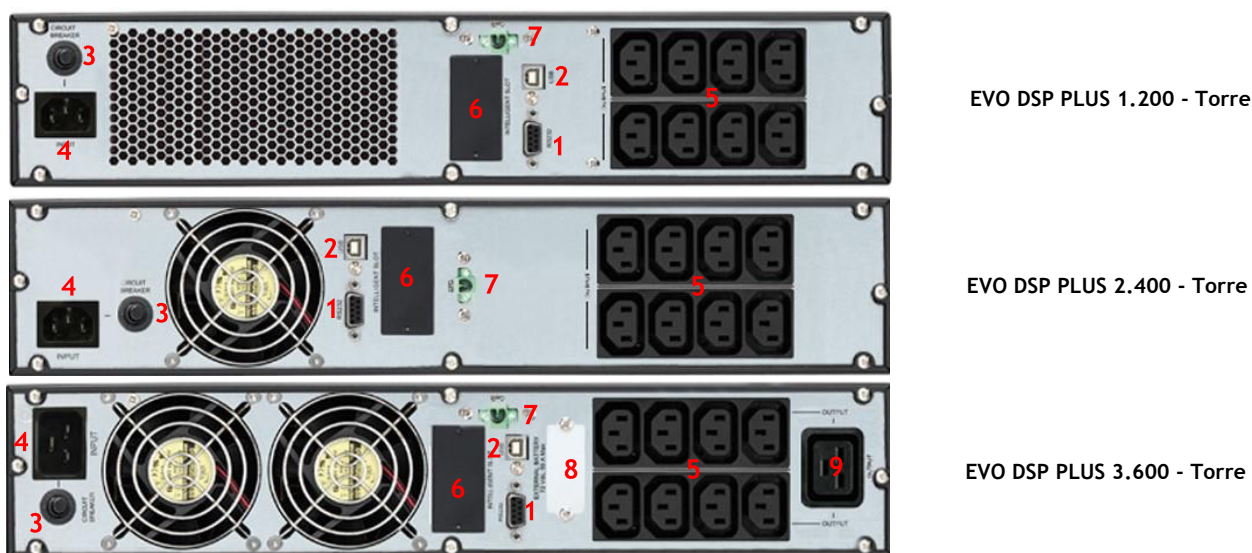

Figura 4 - Panel posterior
Los SAIs de la serie EVO DSP PLUS Rack Tower cuentan con el conector EPO (Emergency Power OFF) en la parte posterior (ver figura 4), que permite desactivar inmediatamente la salida del SAI de forma remota en caso de emergencia.
2. Utilizando el cable de alimentación suministrado, conecte la toma de entrada de red (ver figura 4) a una toma de corriente eléctrica que necesariamente debe tener conexión a tierra según la normativa vigente. Compruebe cuidadosamente la conexión a tierra de la toma de corriente eléctrica.
- 3.1. Retire la cubierta metálica (#7) en la parte posterior del SAI (ver figura 4), para acceder al conector del Battery box.